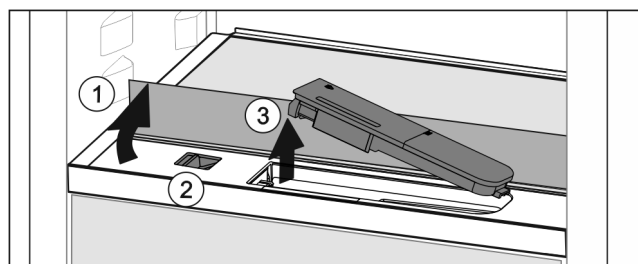

Fig. 138
- ▶ Skleněnou desku nadzvedněte a zaklapněte dozadu až na doraz Fig. 138 (1).
- ▶ Posuvník Fig. 138 (2) posuňte doleva.
- ▶ Vyjměte nádržku na vodu Fig. 138 (3).